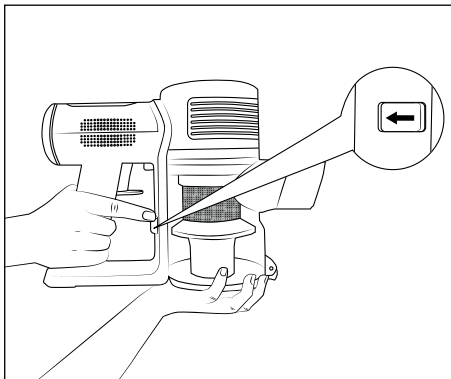

Abb. 17
- 2) Um den Staubbehälter **7** vom Gerät zu entfernen, halten Sie den Staubbehälter **7** in der einen Hand. Schieben Sie dann mit dem Finger der anderen Hand die Staubbehälter-Entriegelungstaste **5** in Pfeilrichtung (siehe Abb. 17). Der Staubbehälter **7** löst sich vom Gerät.